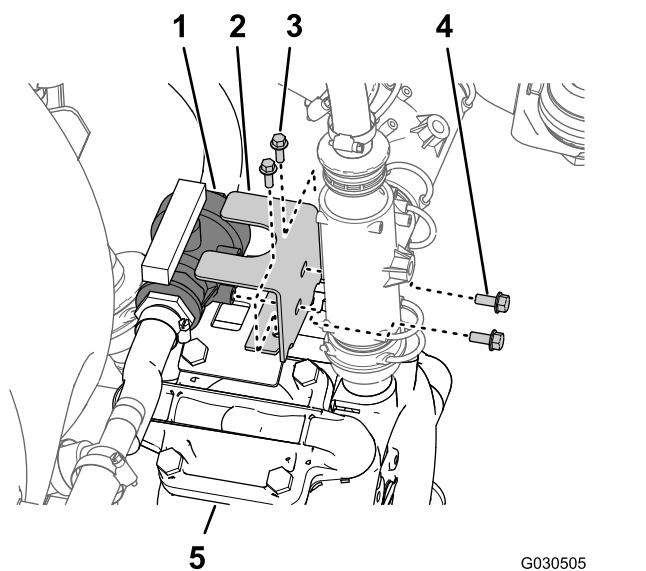

Figure 67
5. Au sommet de la pompe de pulvérisation, retirez les 2 boulons à embase (5/16" x 3/4") qui fixent le clapet à bille sur le support (Figure 67).
6. Retirez les 2 boulons à embase (1/4" x 3/4") qui fixent le support de clapet au support de montage au sommet de la pompe (Figure 67).